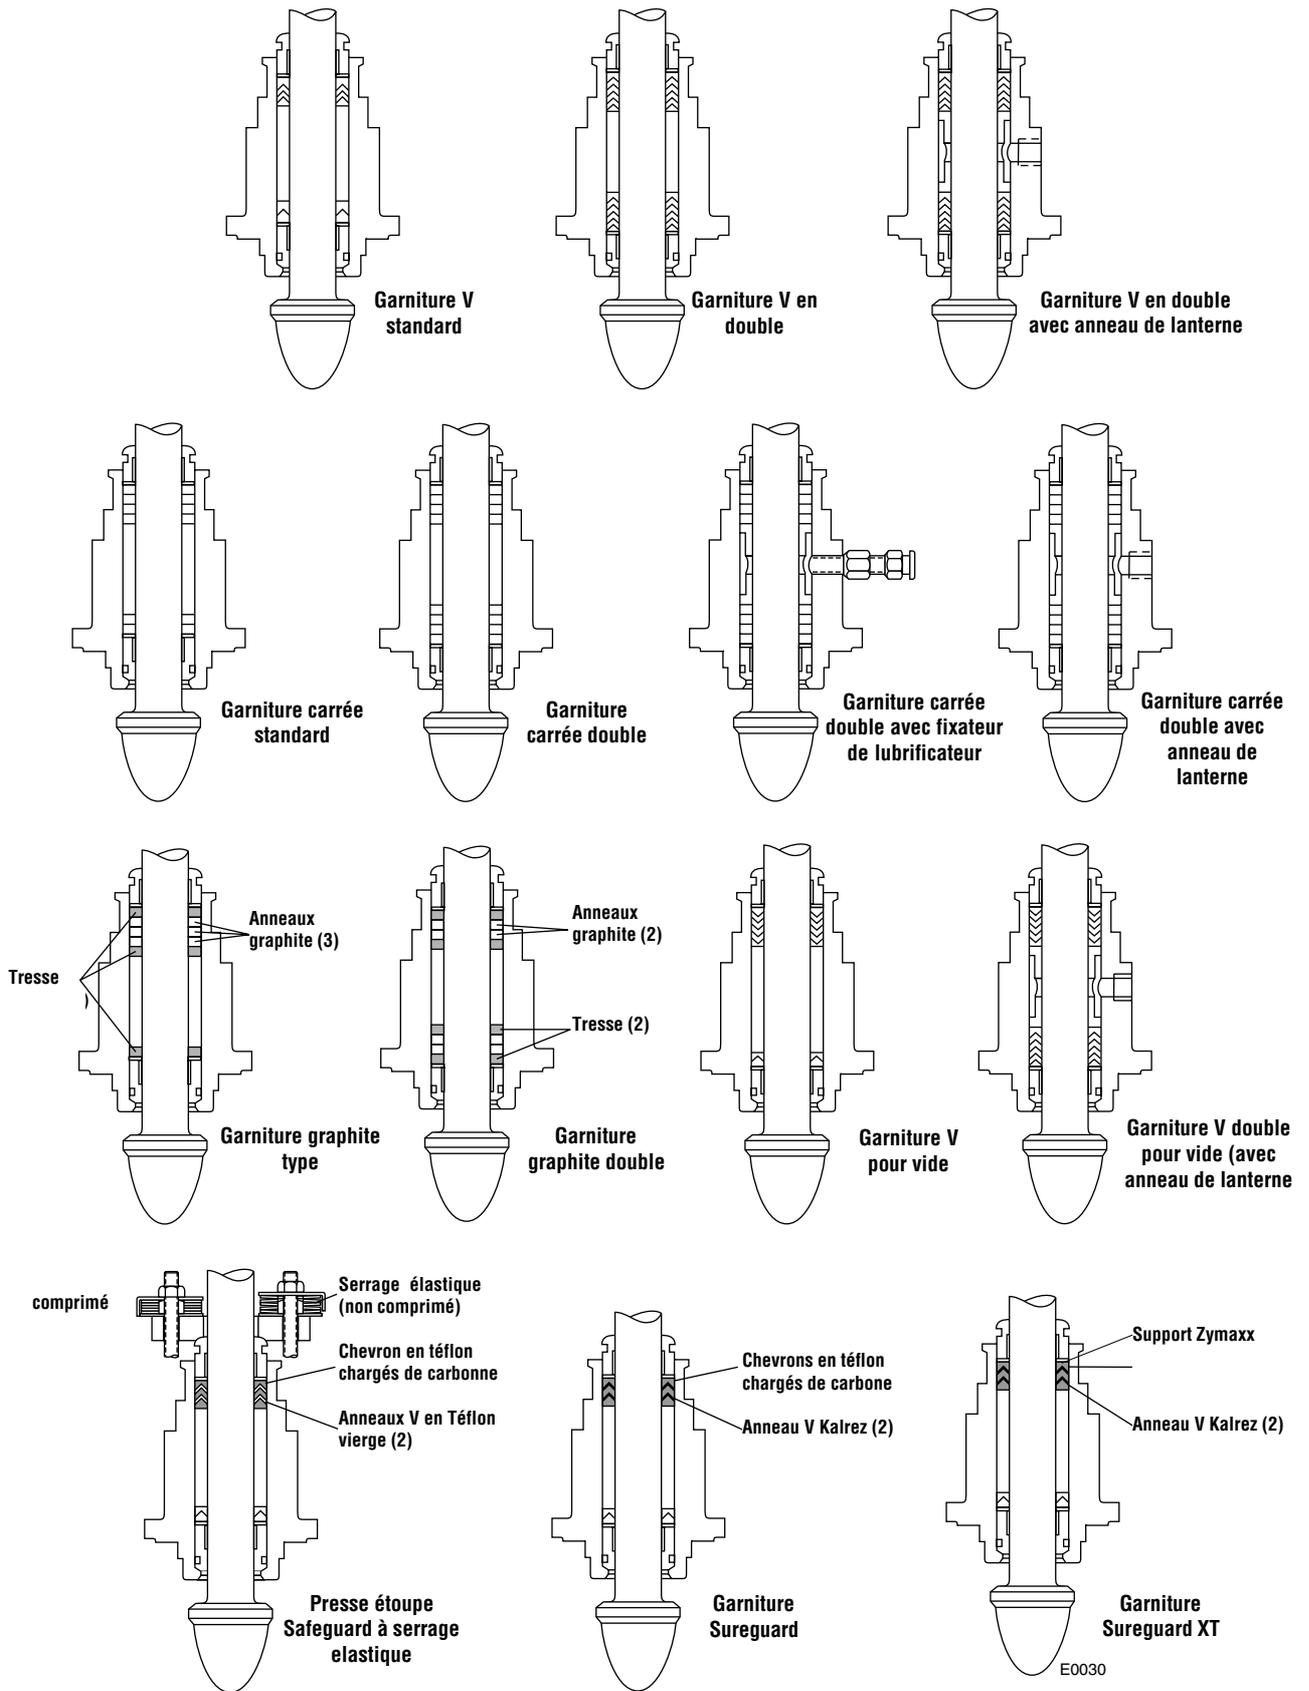

Figure 2: Configurations types des Presse Etoupes
1. Si la garniture a été retirée, se reporter à la Figure 2 et réinstaller une nouvelle garniture comme indiqué.